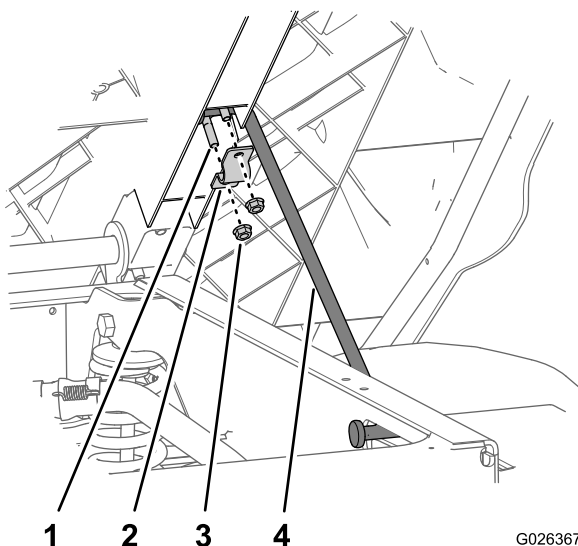

Figura 2
4. Retire los 2 pernos de cuello cuadrado (5/16 x 5 pulgadas) y las 2 tuercas dentadas (5/16) que sujetan la brida y el extremo superior de la varilla de sujeción a la caja (Figura 2).